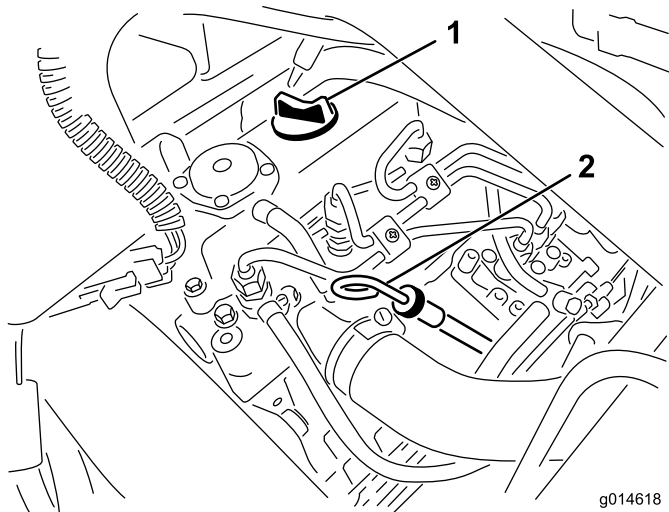

Figura 25
2. Retire la varilla y límpiela con un paño limpio (Figura 25). Introduzca la varilla en el tubo asegurándose de que entre a fondo. Retire la varilla del tubo y verifique el nivel de aceite. Si el nivel de aceite es bajo, retire el tapón de llenado de la cubierta de la válvula y añada **lentamente** suficiente aceite para elevar el nivel a la marca "Full" (lleno) de la varilla. Añada el aceite